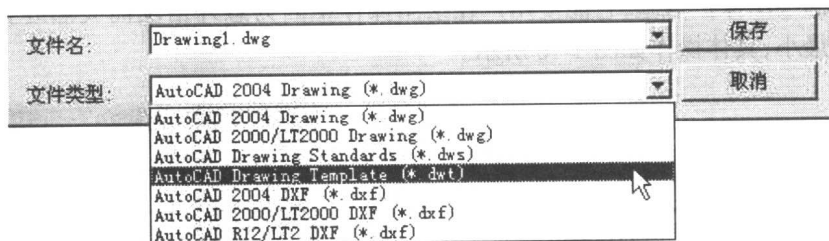

图 1-14 “文件格式选择”下拉列表
③保存格式:单击“文件类型”右侧的三角形,打开“文件格式选择”下拉列表,如图 1-14 所示,Auto CAD 系统提供一系列相关的保存格式,其中一些格式是为了与 Auto CAD 的早期版本兼容而提供的文件格式。其中“*.dwt”是样板文件格式,“*.dxf”是数据交换文件格式,“*.dwg”是 Auto CAD 的缺省图形格式。